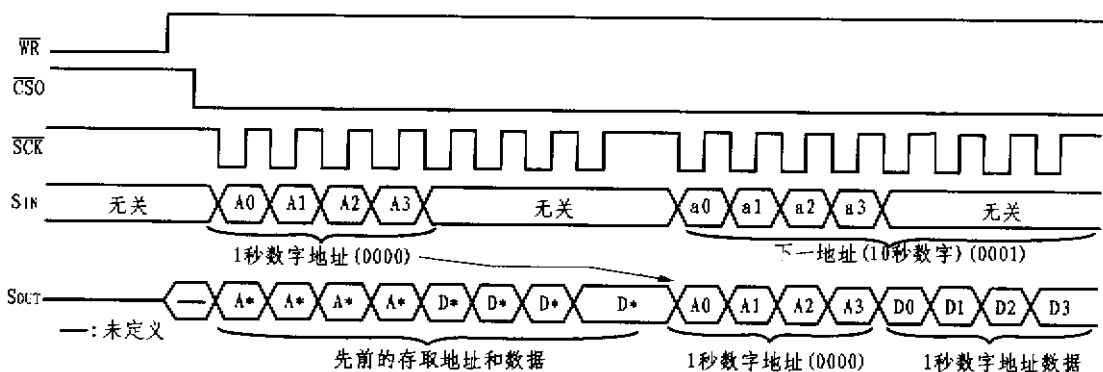
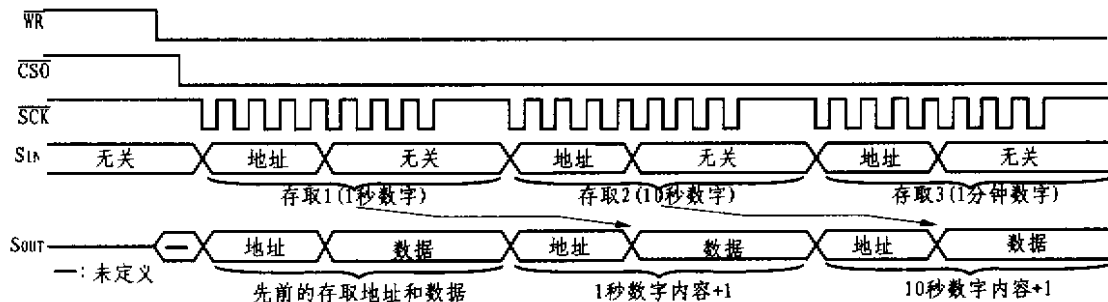

图 2 读操作的时序
图3 RTC-4553的写操作时序
RTC - 4553 有 5 根信号线是必须外接的, 它们分别是 $\overline{CS0}$ (11)、 \overline{SCK} (4)、 \overline{WR} (2)、 S_N (3) 和 S_{OUT} (13)。它们采用串行输入/输出方式, 在每个读写周期内, \overline{SCK} 均包括 8 个脉冲。图 2 和图 3 分别给出了 RTC - 4553 的读、写操作时序图。